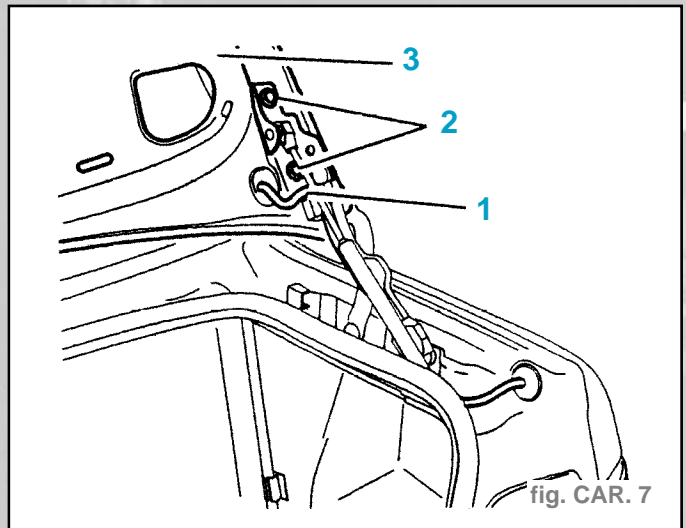

fig. CAR. 7
- Dégager le faisceau (1) (fig. CAR. 7).
- les fixations (2),
- le couvercle de coffre (3).